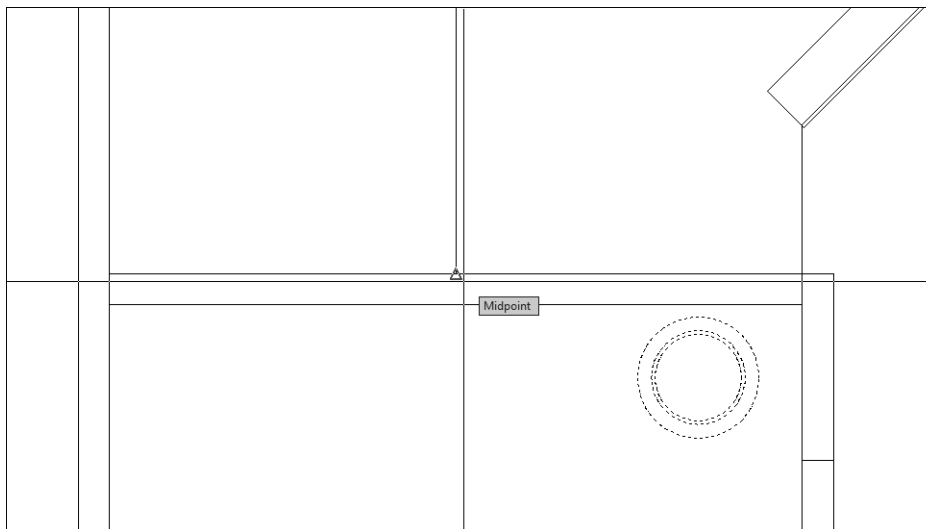

Рис. 5.31. Первая точка оси зеркального отображения выбранных объектов
2. Поскольку объекты были выделены заранее, команда MIRROR (ЗЕРКАЛО) предложит выбрать первую точку оси зеркального отображения. Включите режим привязки Midpoint (Середина) и выберите среднюю точку *верхней* линии прямоугольника, который обозначает правую боковую стенку малой тумбы, как показано на рис. 5.31.